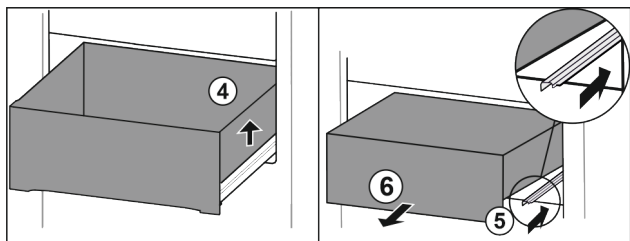

Fig. 89
- ▶ Nadzvedněte zásuvku vpravo. Fig. 89 (4)
- ▶ Zasuňte pravou kolejničku. Fig. 89 (5)
- ▶ Vyměňte zásuvku dopředu. Fig. 89 (6)